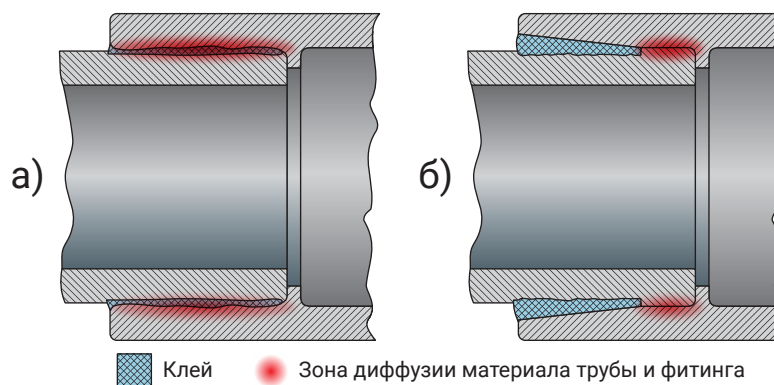

Рис. 4. Особенности склеивания фитингов с параллельным (а) и с коническим (б) раструбом
Необходимо нанести клей в количестве, достаточном для заполнения части шва, где находится наибольший зазор между склеиваемыми поверхностями (см. Рис. 4). Это особенно важно помнить при монтаже фитингов с раструбом. Помимо заполнения зазора, соответствующие слои клея будут проникать в поверхности и оставаться влажными до тех пор, пока соединение не будет собрано.
6. Перед нанесением грунтовки и/или клея проверьте трубу и фитинги на «сухую посадку». Труба должна проходить свободно через фитинг до упора. Для конических раструбов труба должна входить примерно на $\frac{1}{3} \dots \frac{2}{3}$ глубины раструба. Слишком плотная посадка нежелательна; вы должны иметь возможность во время склейки вставить трубу в раструб фитинга до ограничителя (см. Рис. 4). Измерьте глубину раструба фитинга и отметьте это расстояние на трубе. Чтобы убедиться, что фитинг полностью будет вставлен, добавьте два сантиметра к этому расстоянию и сделайте вторую отметку на трубе, так как грунтовка и клей уничтожат первую отметку.
7. Перед нанесением грунтовки и/или клея проверьте трубу и фитинги на «сухую посадку». Труба должна проходить свободно через фитинг до упора. Для конических раструбов труба должна входить примерно на $\frac{1}{3}$... $\frac{2}{3}$ глубины раструба. Слишком плотная посадка нежелательна; вы должны иметь возможность во время склейки вставить трубу в раструб фитинга до ограничителя (см. Рис. 4). Измерьте глубину раструба фитинга и отметьте это расстояние на трубе. Чтобы убедиться, что фитинг полностью будет вставлен, добавьте два сантиметра к этому расстоянию и сделайте вторую отметку на трубе, так как грунтовка и клей уничтожат первую отметку.